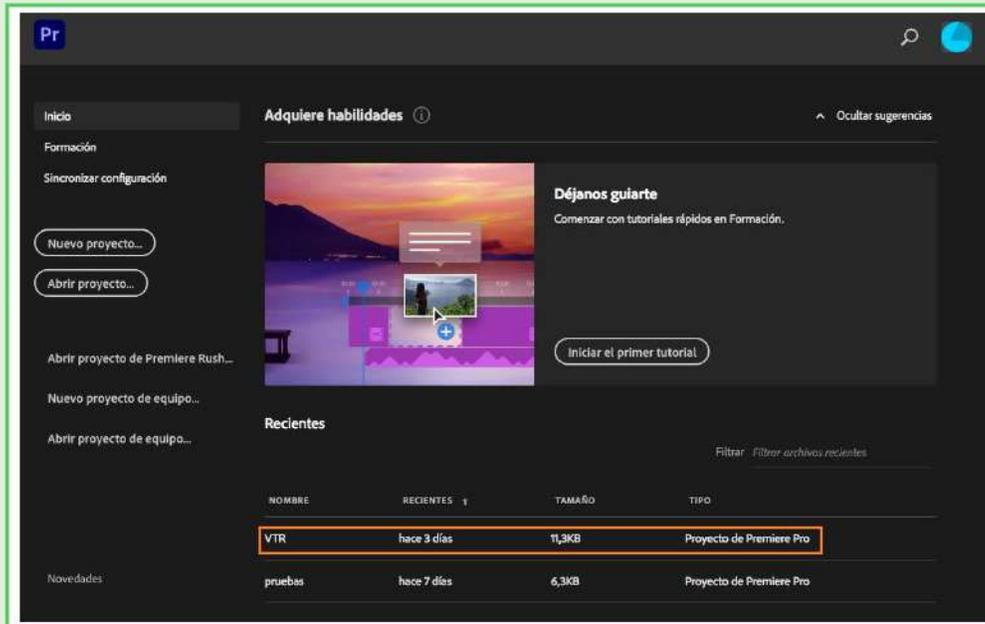

Imagen 33. Pantalla principal.
1. En la ventana principal, se puede cargar el proyecto VTR, que ya está configurado para la ejecución de vídeos. Posteriormente, se puede trabajar con los vídeos que se vayan a emplear (imagen 33).